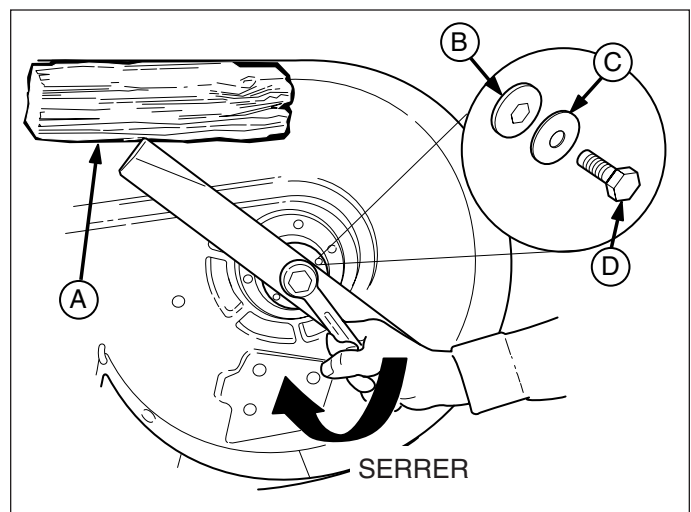

Figure 18. Installation de la lame - Modèles de 112 cm
3. **Modèles de 112 cm** : Retirer le boulon de fixation (A, figure 18), la rondelle élastique (C), la rondelle hexagonale (B) et la lame.
6. Remonter la lame (figures 18 et 19) avec les languettes dirigées vers la tondeuse comme l'indiquent les figures. Remonter la goupille de positionnement (E).
7. **Modèles de 112 cm** : Remonter la rondelle hexagonale (B, figure 18), la rondelle élastique (C) et le boulon de fixation (D). Bloquer la lame avec une cale en bois (A) pour l'empêcher de tourner et serrer le boulon de fixation (D) à 61-75 Nm.